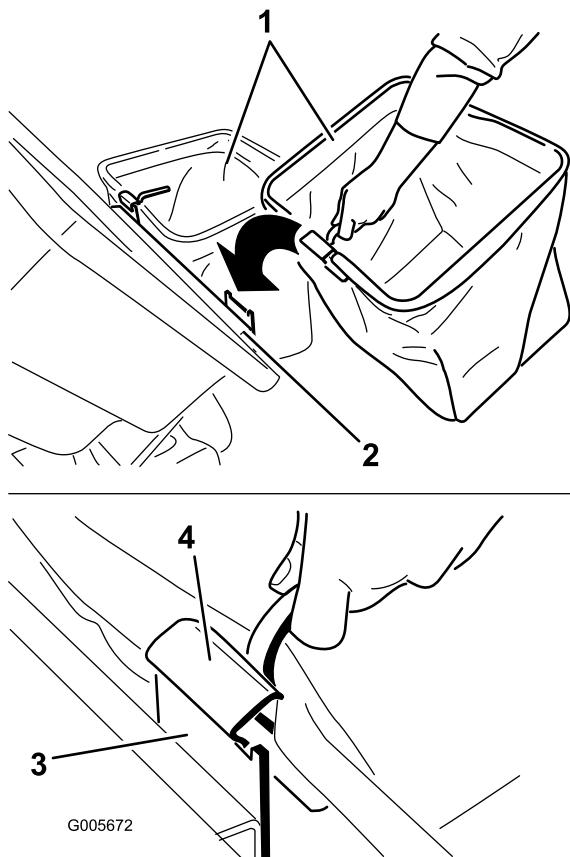

Figura 33
8. Montai sacii prin glisarea cârligelor cadrului sacului pe suportii de fixare (Figura 33).